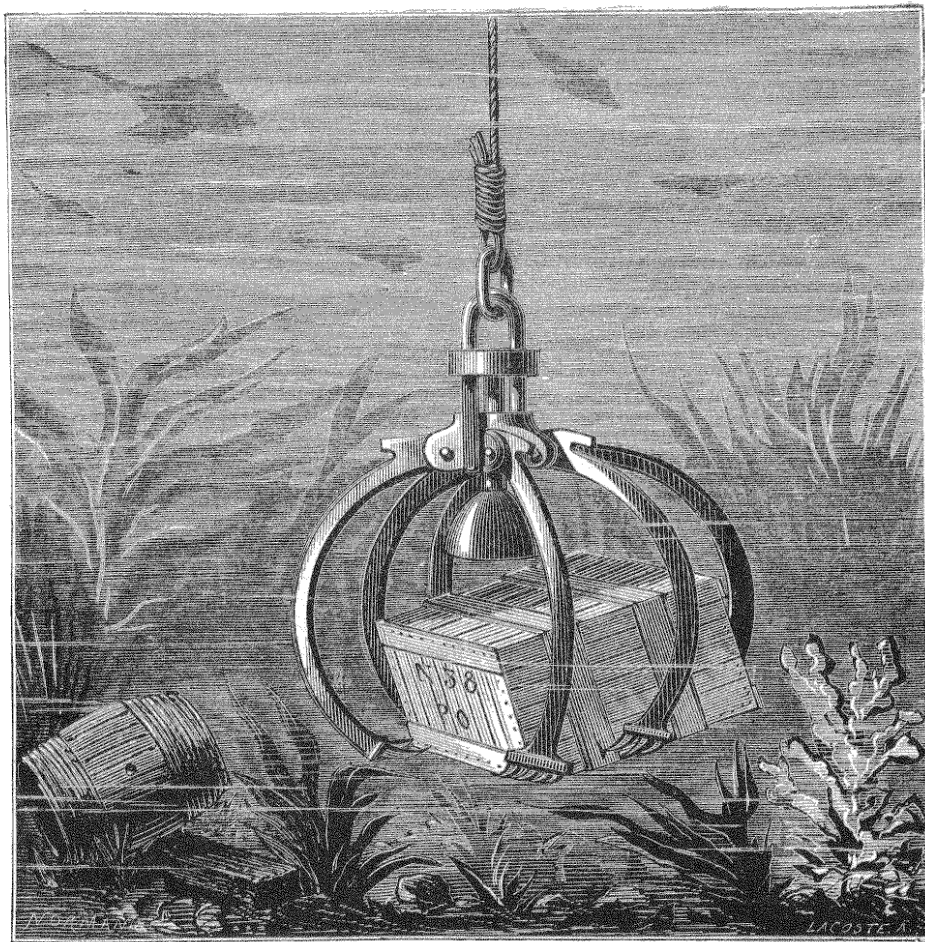

Fig. 2. — Exposition des industries maritimes et fluviales. — Grappin automateur de M. Toselli.
M. Toselli a aussi exposé une remarquable collection de quatorze grappins sous-marins différents, destinés à enlever du fond de la mer les objets de valeur, lorsque la profondeur dépasse les limites que les scaphandres peuvent atteindre. Le grand grappin automoteur, est celui que nous représentons ci-contre. Il a pêché l'été dernier dans le port de Marseille une chaloupe chargée de plomb. L'appareil fonctionne par un poids additionnel que l'on peut voir au centre de l'engin; lorsque ce poids touche un objet au fond de la mer, les bras du grappin qui étaient ouverts se ferment d'eux-mêmes, et saisissent l'objet qu'il ne reste plus qu'à remonter (fig. 2).